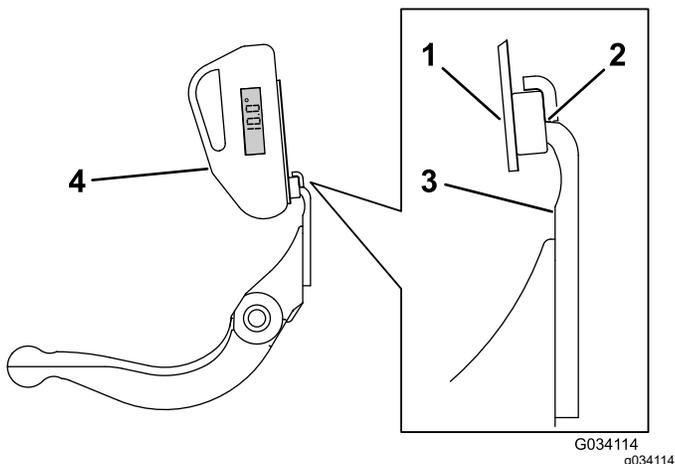

Bild 23
3. Legen Sie die Neigungsmesserbefestigung an die Kante des Untermessers, sodass die Kante des Magnets bündig mit der Kante des Untermessers ist (Bild 23).
4. Legen Sie den Neigungsmesser auf die Befestigung, wie in Bild 23 abgebildet.